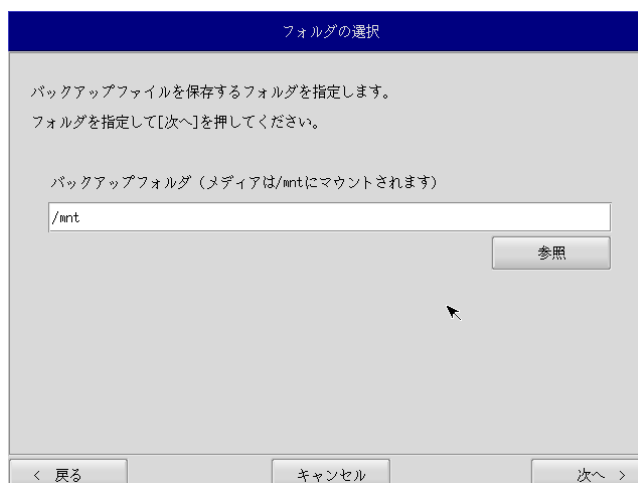

図 5-3-3. フォルダ選択画面
- ⑤ フォルダ選択画面（図 5-3-3）が表示されます。[参照] ボタンを押します。
- ⑦ フォルダ選択画面（図 5-3-3）で指定したバックアップフォルダが入力されていることを確認します。[次へ]ボタンを押します。